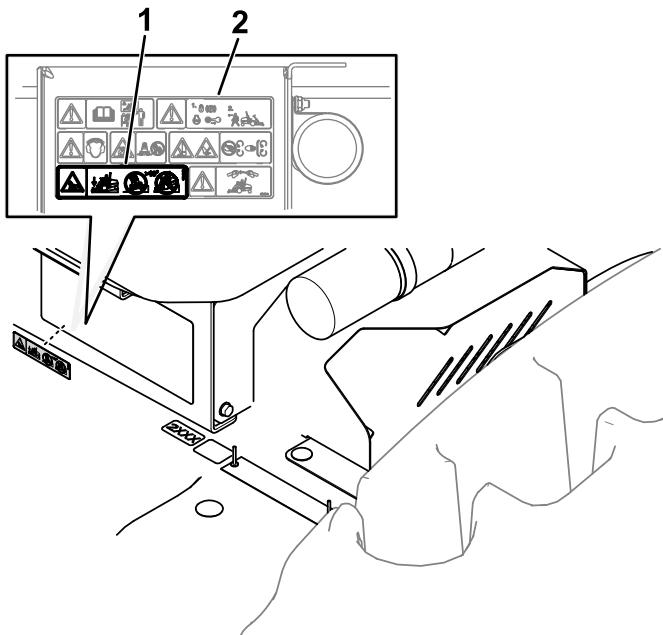

Bild 14
- Bringen Sie den Warnaufkleber auf der Fläche an, wie in Bild 14 dargestellt.
Wichtig: Vergewissern Sie sich, dass die in Bild 14 dargestellte Fläche sauber und trocken ist, bevor Sie den Aufkleber anbringen.